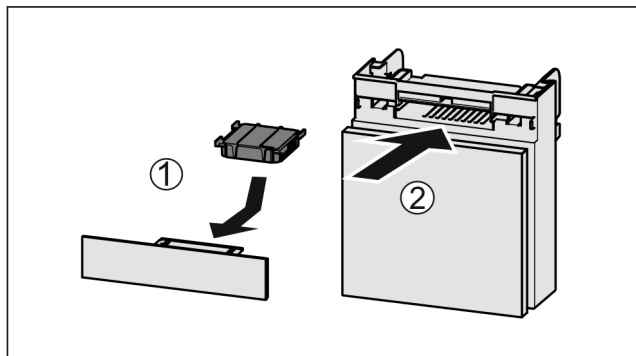

Fig. 147
- ▶ Introduzca el compartimento Fig. 147 (2).